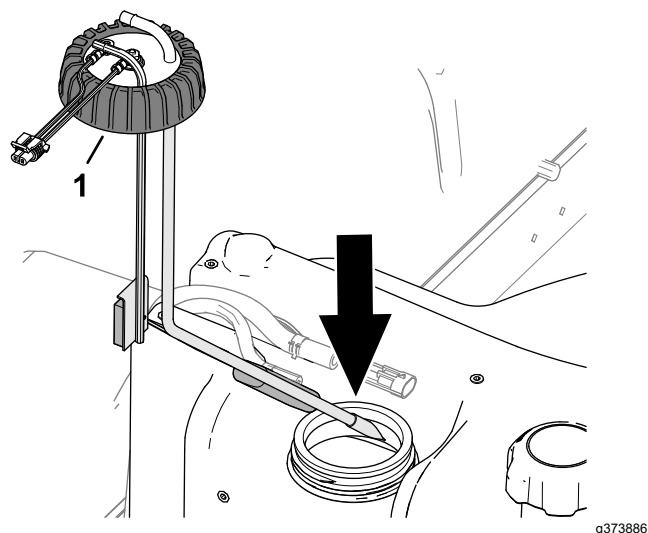

Figura 127
2. Montați cu atenție tubul de colectare a combustibilului și flotorul în rezervorul de combustibil (Figura 127).